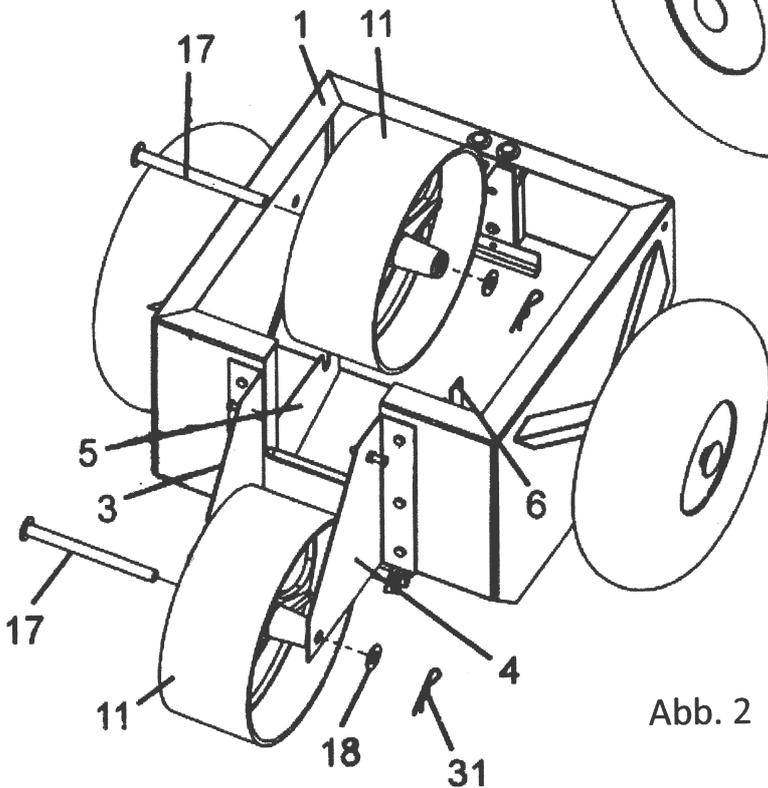

Abb. 2
2. Nehmen Sie nun eins der beiden Alu-Räder (11) und befestigen Sie dieses mittels des Bolzens (17), der Unterlegscheibe (18) und des Splintes (31) an den vorderen, großen Dreiecksblechen (3&4). Abb. 2.
. Anschließend nehmen Sie das zweite der beiden Alu-Räder (11) und befestigen dieses mittels des Bolzens (17), der Unterlegscheibe (18) und des Splintes (31), an den innenliegenden, kleinen Dreiecksblechen (5&6). Abb. 2.